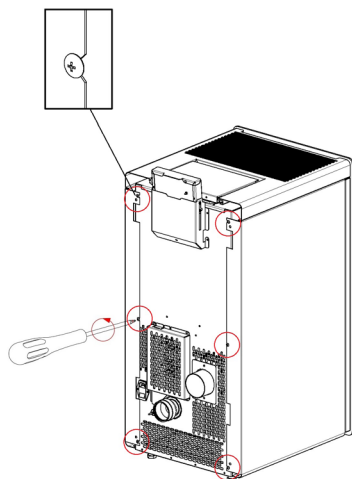

Fig. 65 - Schrauben lösen
- Die 4 hinteren Schrauben heraus-schrauben (siehe **Fig. 65 a pag. 28**).
- Die 6 hinteren Schrauben herausschrauben (siehe Fig. 65 a pag. 28).